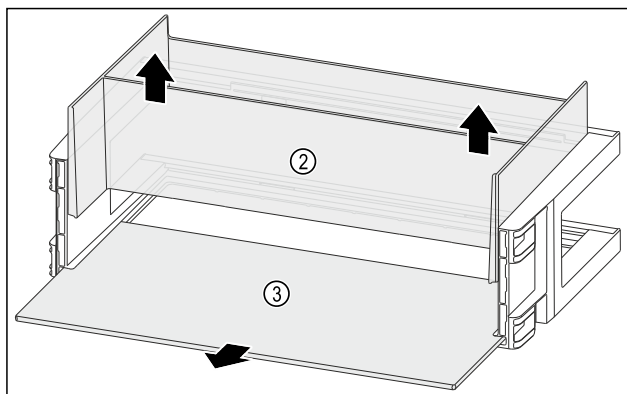

Fig. 113
- ▶ Organizer Fig. 113 (2) naar boven toe wegnemen.
- ▶ Draagplateau Fig. 113 (3) verwijderen.